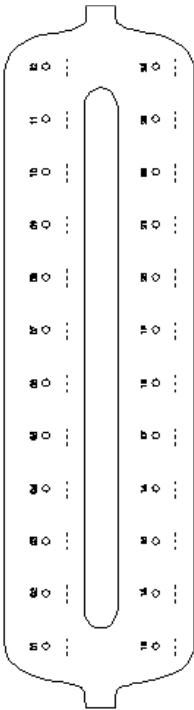

图 3. 用于 QIAvac 24 Plus 真空系统的裂解管 (LT)、洗脱管 (ET) 和 QIAamp Mini 离心柱的标记方案。
(1) VacValve、(2) VacConnector (VC) 和 (3) QIAamp Mini 离心柱。
如果使用 QIAvac 24 Plus 真空系统进行真空操作，建议按照图 3 中的示意图标记裂解管 (LT)、洗脱管 (ET) 和 QIAamp Mini 离心柱，以避免样本混淆。此图可打印并用于标记样本名称。如果使用其他真空系统或使用离心程序，我们建议使用相似的方案。